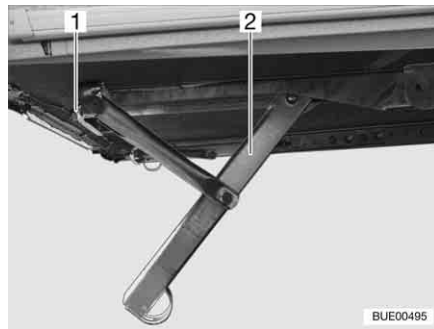
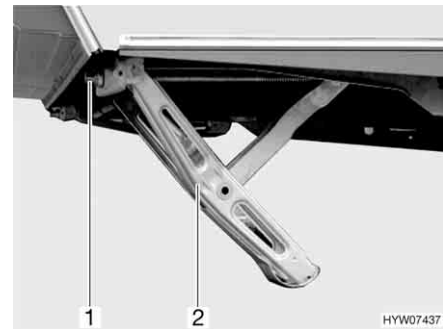

Fig. 20 Stabilisateur abaissé (variante 1)
Fig. 21 Stabilisateur abaissé (variante 2)
- Pour cela, placer la manivelle livrée en série avec la caravane sur l'écrou à six pans (Fig. 20,1 ou Fig. 21,1) du stabilisateur (Fig. 20,2 ou Fig. 21,2).